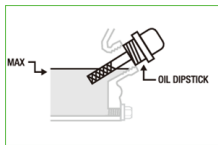

Fig.3
- Nivelul uleiului trebuie să rămână în zona marcată pe joă, de preferință aproape de jumătatea superioară a intervalului. (Fig. 3)